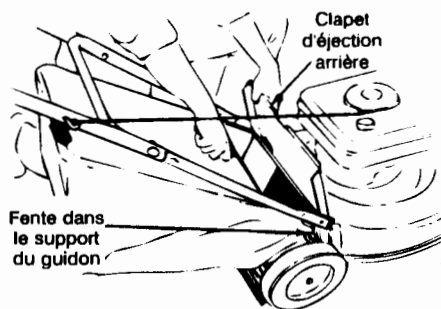

Figure 12
2. Enfoncez les crochets du sac à herbe dans les fentes du support du guidon. Voir la figure 12. Refermez le clapet arrière.